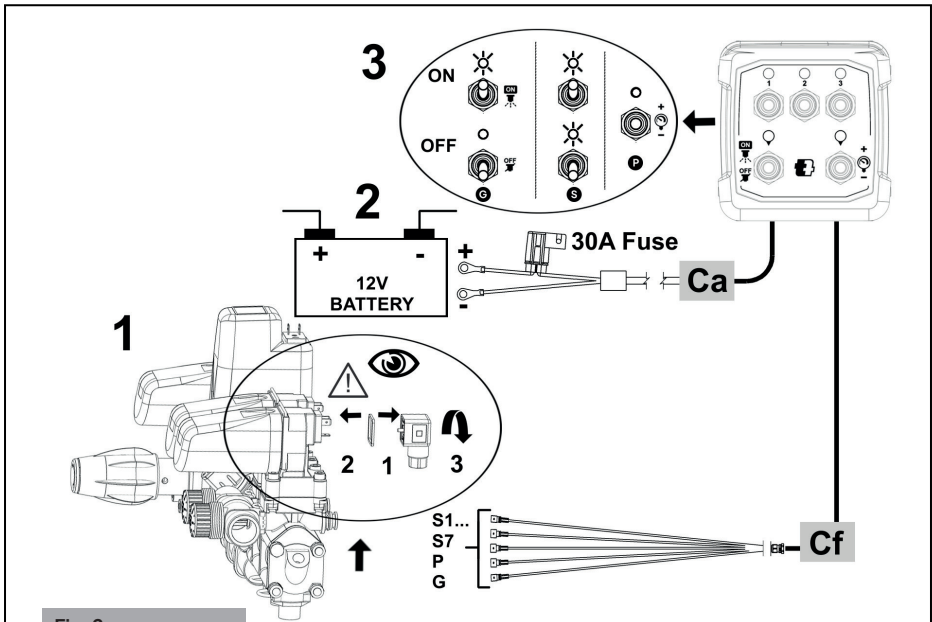
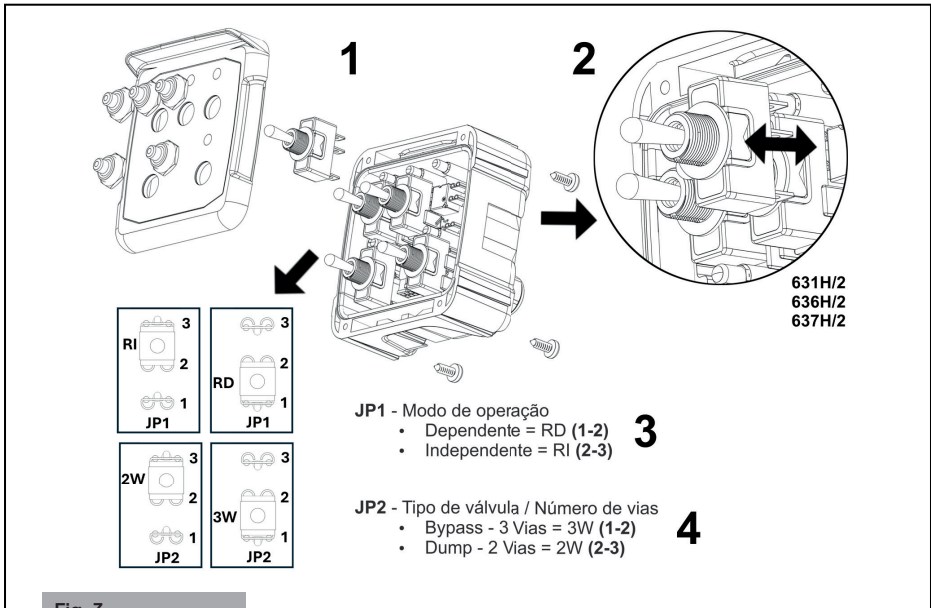

Fig. 2
Fig. 3
Conexión a las válvulas (Fig. 2)
Cable de alimentación – Ca (Fig. 2)
3. Conecte el terminal de ojal M8 del cable rojo (puerto de fusible de 30A) al Positivo “+” y el cable negro al Negativo “-” de la batería (2, Fig. 2).
OPERACIÓN (Fig. 2, Fig. 3 y Tabla 1)
(4, figure 3) *Abre o cierra la válvula general (BYPASS - 3 vías).
(3, figure 3) *RI: La apertura y cierre de las válvulas de sección son independientes de la posición del interruptor G. Para usar con unidades de control con válvula general (BYPASS).